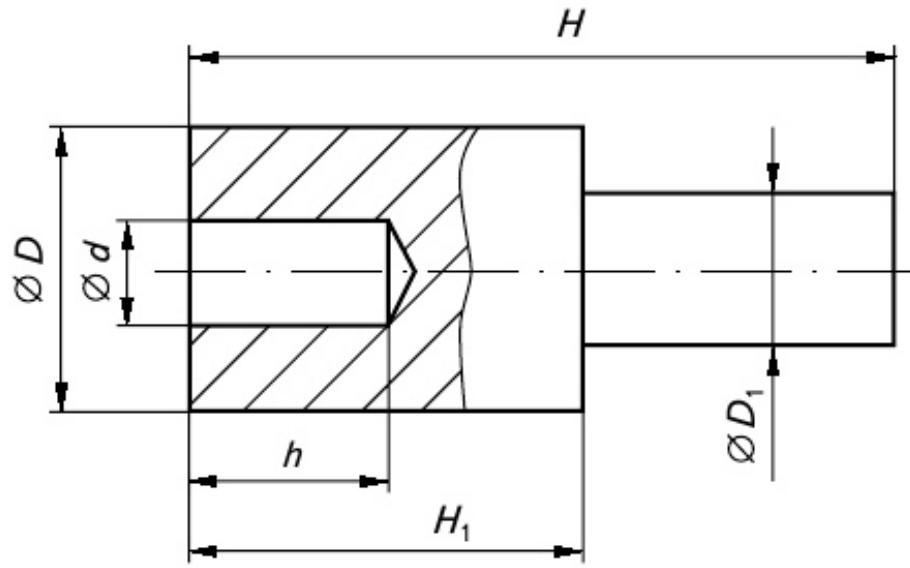

Рис. 38. Эскиз детали «ступенчатый валик»
1. Выполните в рабочей тетради эскиз выданного учителем ступенчатого валика (рис. 38).